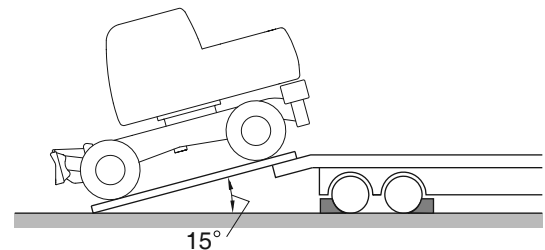

Figura 7
6. La unidad no necesita desmontaje para transporte normal por carretera. Si se deben quitar la pluma y el brazo, el contrapeso colocará más peso a la parte trasera de la máquina. Asegúrese de apoyar la excavadora en el remolque de manera que el extremo del contrapeso (extremo pesado) de la excavadora se ubique sobre la rampa primero. (Figura 7)